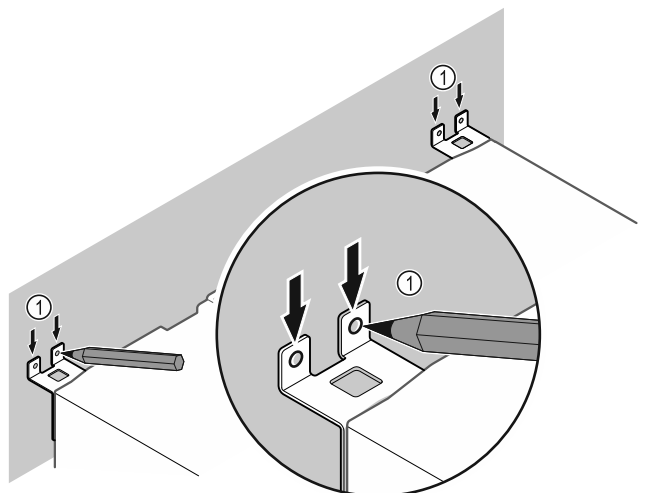

Fig. 12
- ▶ Сделайте метки на стене Fig. 12 (1).